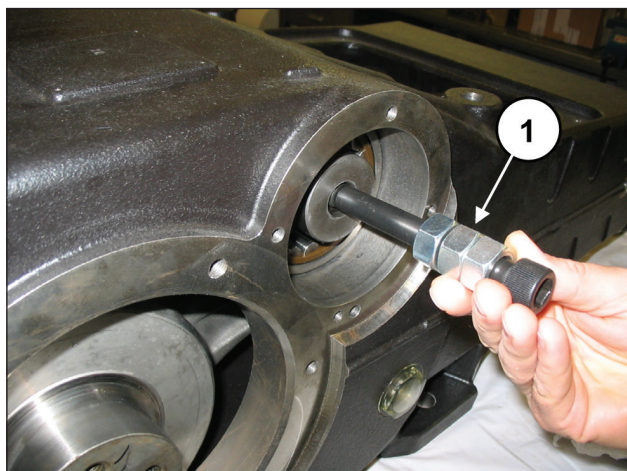

图 57
为方便动力输出轴完全插入轴承内，可使用M16螺栓，将之安装在要插入的轴端，以保持该轴抬起(①·图 57)。